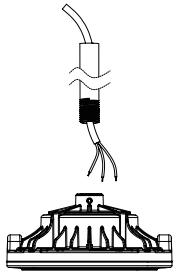
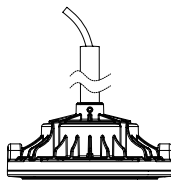

Figure 7
Figure 8
1. Connect the wires properly, and screw the threaded tube into the fixture. (Figure 7, Figure 8).
1. Connecter correctement les fils et visser le tube fileté dans le luminaire. (Figure 7, Figure 8).